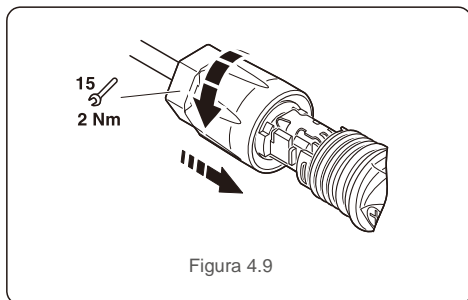

Figura 4.9
Paso 4. Introduzca el inserto en el manguito y apriete el pasamuros con un par de 2 nm. (ver figura 4.9)